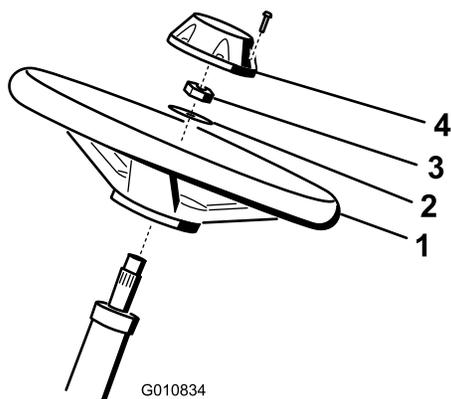

Рисунок 6
1. Наденьте рулевое колесо на рулевой вал (Рисунок 6).
2. Наденьте шайбу на рулевой вал (Рисунок 6).
3. Закрепите рулевое колесо на валу контргайкой и затяните ее с моментом 27–35 Н·м (Рисунок 6).
4. Установите крышку на рулевом колесе и закрепите ее 6 болтами (Рисунок 6).